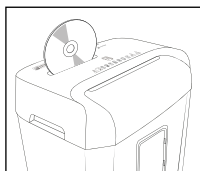

Fig. 5
Stil omskifteren *REV/OFF/AUTO/FWD* ③ på position *AUTO* for at makulere. Indfør CD'en oppefra i midten af skæreåbningen til CD/kreditkort ② (se fig. 5). Du kan altid kun makulere én CD ad gangen.